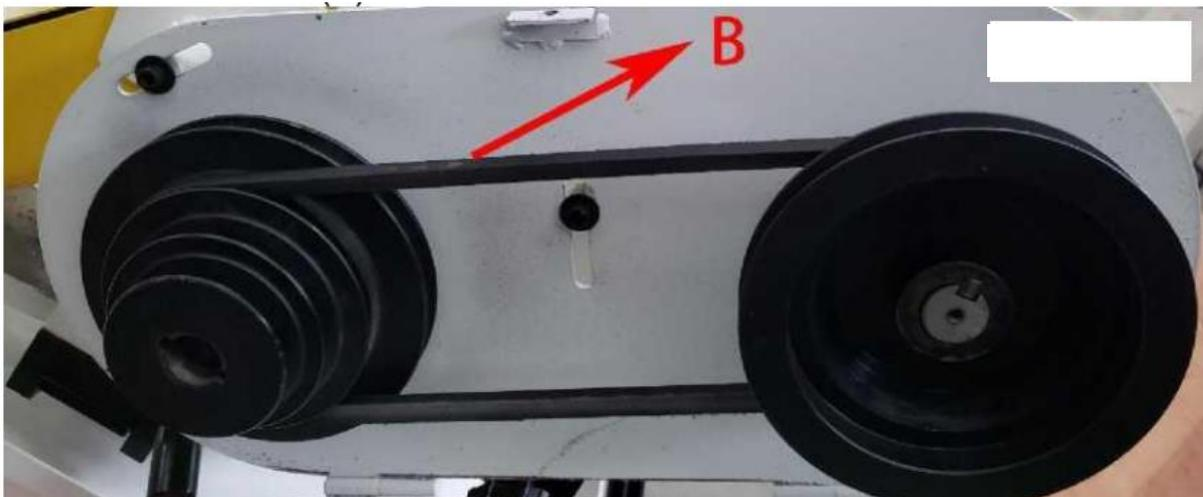

Рис. 12
4. Переставьте ремень (B) (Рис. 12) в нужные канавки на шкивах двигателя и редуктора для выбора требуемой скорости.